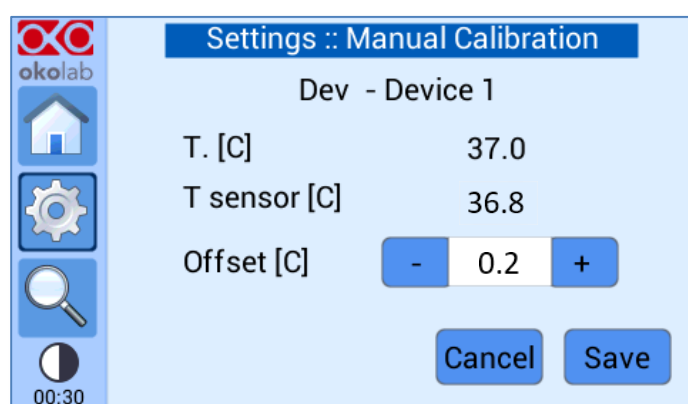

Figura 40. Calibración manual. Cómo introducir el valor de compensación
- 3 Introduzca el valor de compensación pulsando + o - en *Compensación*, como se muestra en la figura 40, para ajustar el valor de compensación del dispositivo y pulse *Guardar*.
Recomendación ► Okolab recomienda comenzar con un valor de compensación correspondiente a la diferencia entre la temperatura de consigna y la temperatura real medida por el sensor T. En la figura 40 la temperatura deseada es 37,0 °C, mientras que la lectura del sensor indica 36,8 °C, por lo tanto, en este caso, la compensación que se debe aplicar es de 0,2 °C.